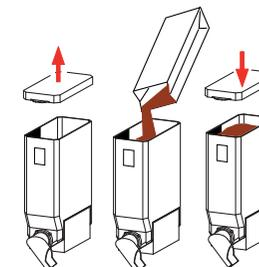

Fig. 16
4. Vul de canister met het juiste product (fig. 16), zie onderstaande tabel.